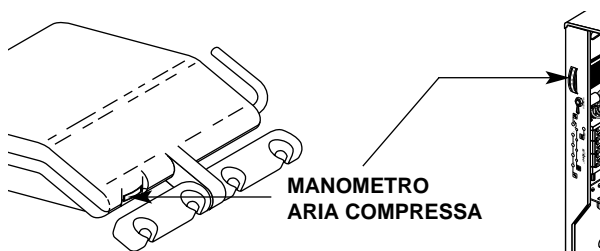

Figura 2. Manometro aria compressa
2. Individuare il manometro aria compressa ubicato sulla parte anteriore del controllo principale (vedere la figura 2 a pagina 2).